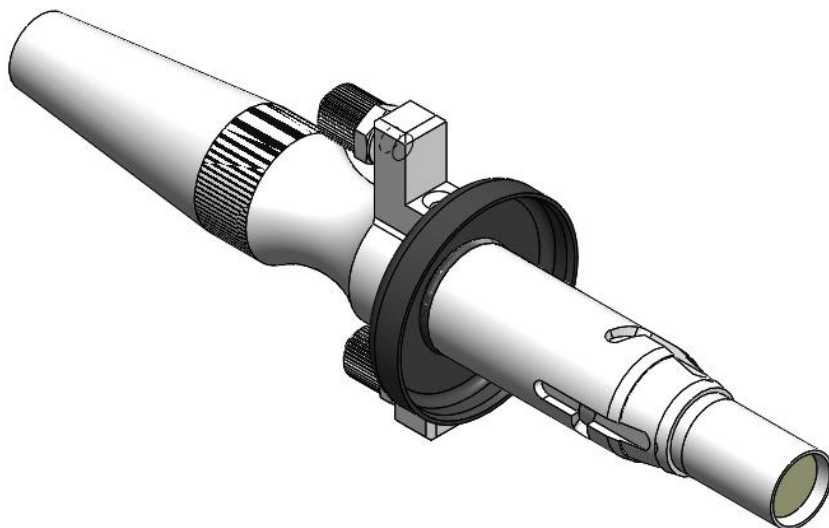

图2.4
- ② 将配件中白色小盒子内的防尘套套进光纤头上，如下图2.4所示：